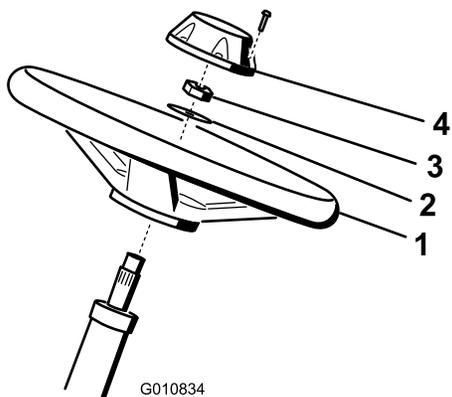

図 4
1. ハンドルをステアリングシャフトにはめ込む 図 4。
2. ワッシャをステアリングシャフトにはめ込む 図 4。
2.8-3.6 kg/m = 20-26 ft-lb にトルク締めする 図 4。
4. キャップを取り付け、ボルト6本で固定する 図 4。